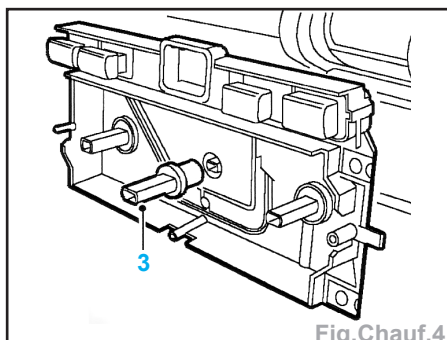

Fig. Chauff.4
- l'axe (3) de commande du commutateur (Fig. Chauff.4),